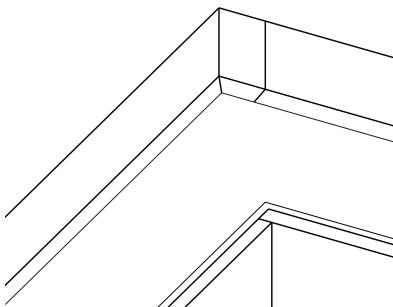

Рис. 11
■ Согните J-фаску по линии, чтобы обрезанный под 45° край нижней полки был снаружи. Короткий край планки не крепится к обрешетке, он прижимается к лобовой доске следующей планкой при стыковке (рис. 11).